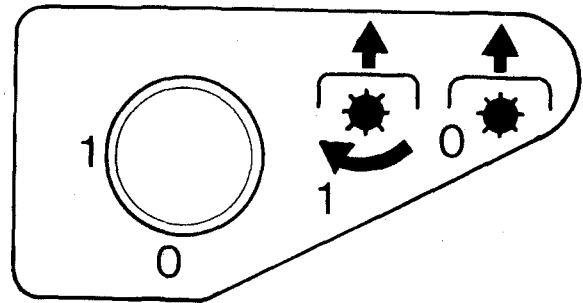

Fig. 7.
- Druk de knop (8 fig. 7 blz. 37) in (vertraging).
De hydraulische koppeling wordt door een knop (fig. 7) bediend. Een motortoerental van 2040 omw/min geeft 1000 omw/min aan de aftakas. Om de aftakas in te schakelen de knop indrukken en draaien.